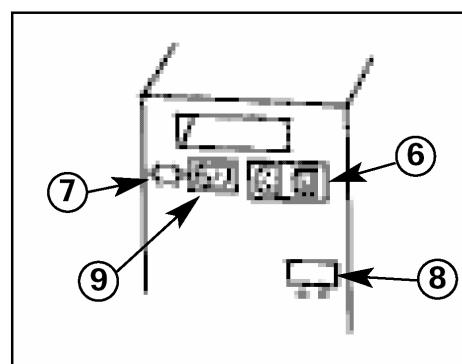

Рисунок 2
- Подсоедините кабель сетевого питания и кабель нагрузки к розетке Input-Output (вход/выход) (9) (см. рис. 2).